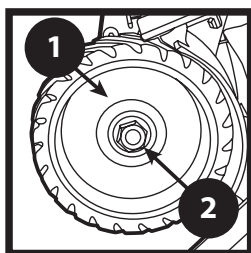

FIGURA 3
1. Abra la puerta de la cubierta de la rueda y quite la rueda de contacto con una llave de tubo de 15/16". (Figura 3)